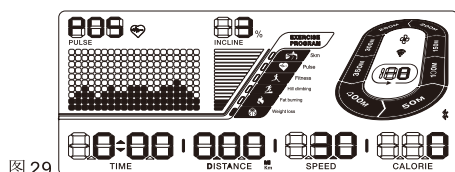

图29
2. 我们为您在面板上设置了减重训练程式快捷键, (图29所示)。